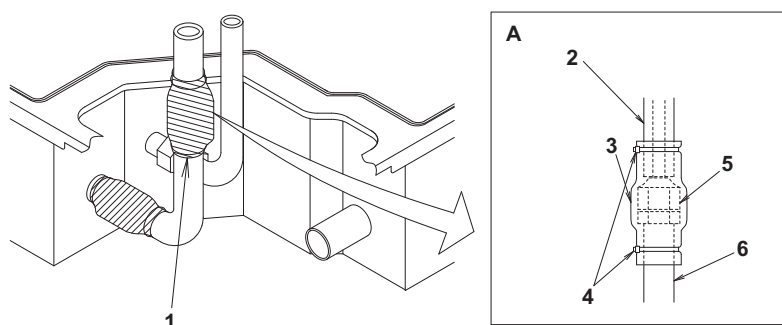

Bild 23
- Klämman (4) (tillbehör)
- Tätningsmaterial (litet) (9) (tillbehör)
- Skarvisoleringsmaterial (6) (tillbehör)
- Dra åt tätningsmaterialet (litet) (9) kring skarvisoleringsmaterialet (6) (7).
- Var noga med att placera sömmen på skarvisoleringsmaterialet (6) och (7) uppåt.
- När du gör rördragning uppåt och åt höger använder du medföljande L-format rör och isolera kopplingens 2 platser. **(Se bild 23)**